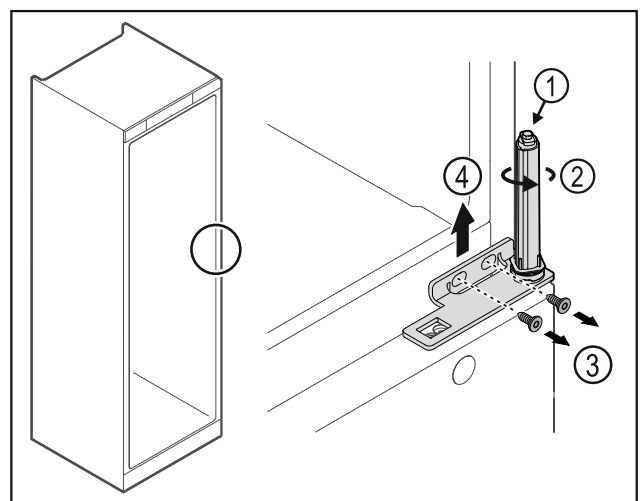

Fig. 31
- ▶ Μην αποσυναρμολογείτε το σύστημα κλεισίματος πόρτας Fig. 31 (1).
- ▶ Περιστρέψτε το σύστημα κλεισίματος Fig. 31 (2), μέχρι να κάνει κλικ.
- ▶ Λύστε τις βίδες Fig. 31 (3), αφαιρέστε τη γωνία μεντεσέ προς τα επάνω Fig. 31 (4).